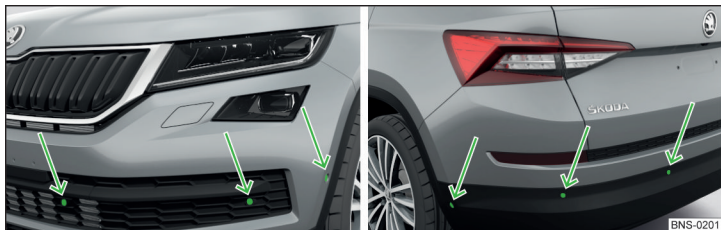

Fig. 266 Locul de amplasare al senzorilor de pe partea stângă a autovehiculului: față/spate
- Mențineți senzorii sistemului » fig. 266 la pagina 228 curăți, fără zăpadă sau gheață și nu îi acoperiți cu niciun fel de obiecte, pentru a nu limita funcționarea sistemului.
Sistemul calculează cu ajutorul undelor de ultrasunete distanța dintre bara de protecție și un obstacol. Senzorii cu ultrasunete se găsesc în bara de protecție spate, respectiv și în bara de protecție față, în funcție de dotarea autovehiculului » fig. 266.